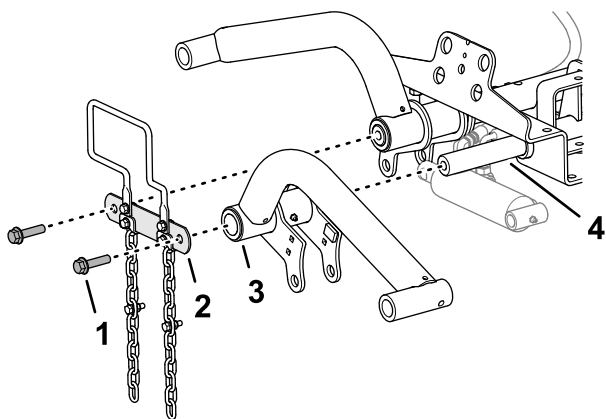

Figura 11
1. Assemblate i bracci di sollevamento sugli alberi di articolazione del braccio di sollevamento come illustrato nella Figura 11.
2. Assemblate il giunto dell'albero di articolazione agli alberi di articolazione del braccio di sollevamento (Figura 11) con le 2 viti a testa cilindrica flangiata ($\frac{1}{2}$ " x 2") che avete rimosso in Preparazione all'installazione dei bracci di sollevamento (pagina 17).